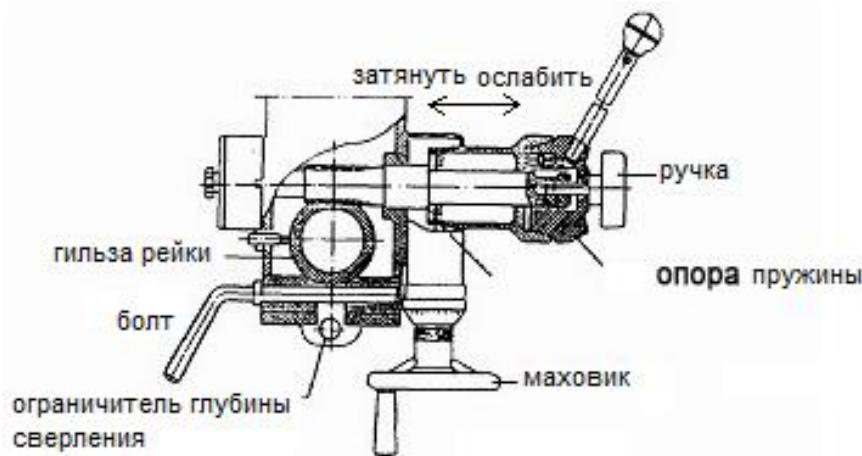

Рис. 2
(1) Подготовка к сверлению (см. Рис. 2)
2) Подготовка к фрезерованию (см. Рис.2) (без автоматической подачи)